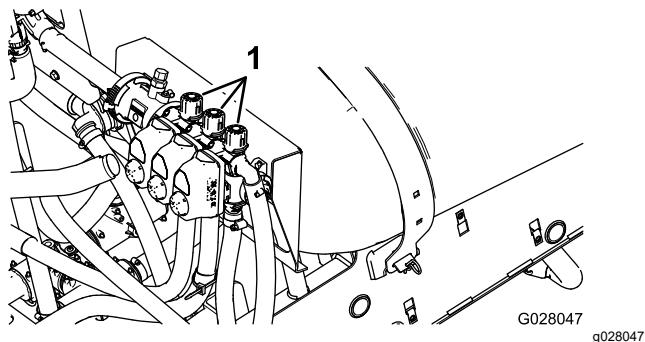

Figura 85
- Ajuste a válvula de derivação da secção direita (Figura 85) até que a leitura da pressão se encontre no nível previamente ajustado (habitualmente 2,75 bar).
- Ajuste a válvula de derivação da secção central (Figura 85) até que a leitura da pressão se encontre no nível previamente ajustado (habitualmente 2,75 bar).
- Desligue o interruptor de secção esquerda e ajuste a válvula de derivação de secção esquerda (Figura 85) até que a leitura da pressão se encontre no nível previamente ajustado (habitualmente 2,75 bar).